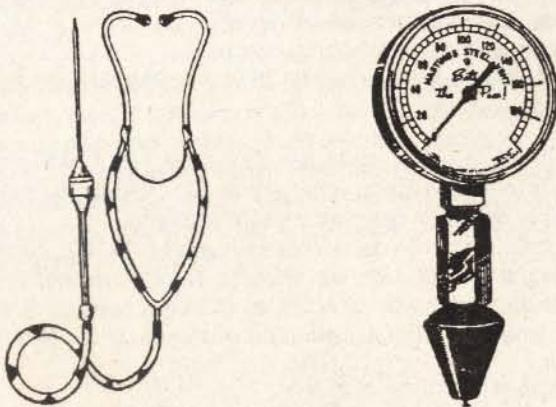

Fig. 2-13—Estetoscopio y Compresímetro
1. Poner en marcha el motor durante unos 10 minutos, para que se lubrique y se encuentre en condiciones normales de funcionamiento. Quitar todas las bujías y colocar firmemente el compresímetro (Fig. 2-13), con el cono de goma en el orificio dejado por la bujía. Girar el motor con el arranque, sin contacto, para medir la presión de cada cilindro. Si la presión es de 7 a 9 kg/cm 2 = 100 a 128 lb/pulg 2 , e igual en ambos cilindros, el motor tendrá los anillos y las válvulas en muy buenas condiciones.